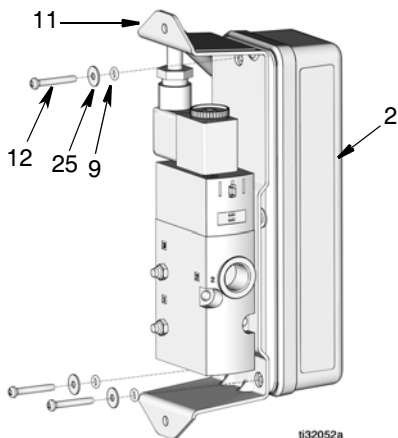

FIG. 39
8. Alinhe o conjunto do gabinete dos componentes eletrônicos do PAC (2) ao suporte (11). Instale os dois O-Rings (9), arruelas (25) e parafusos (12) para fixar o suporte ao gabinete (FIG. 39).